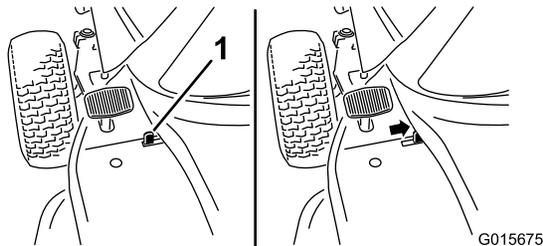

Figura 5
3. Accione el interruptor del freno de estacionamiento (Figura 5) y levante poco a poco el pie del pedal de freno.